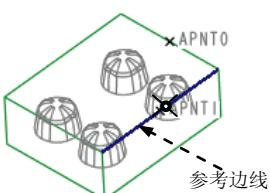
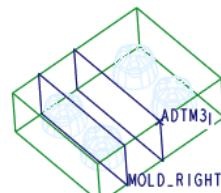

图 22.8 创建基准点 APNT1
图 22.9 创建基准平面 ADTM3
- (1) 创建图 22.8 所示的基准点 APNT1。
- ① 单击 **模型** 功能选项卡 **基准** ▾ 区域中的  按钮。
- ② 在图 22.8 中选取坯料的边线。
- ③ 在“基准点”对话框中，先选择基准点的定位方式 **比率**，然后在左边的文本框中输入基准点的定位数值（比率系数）0.5。
- ④ 在“基准点”对话框中单击 **确定** 按钮。
- (2) 穿过基准点 APNT1，创建如图 22.9 所示的基准平面 ADTM3。操作过程如下。
- ① 单击 **模型** 功能选项卡 **基准** ▾ 区域中的“平面”按钮
- ② 在图 22.8 中选取基准点 APNT1。
- ③ 按住 Ctrl 键，选取 MOLD_RIGHT 基准平面。
- ④ 在“基准平面”对话框中单击 **确定** 按钮。